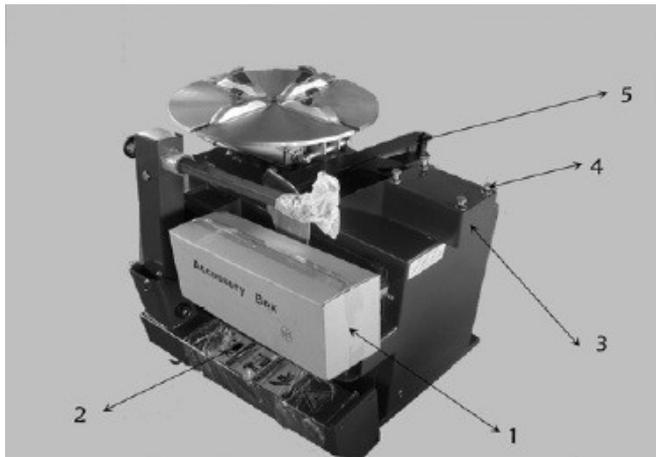

FIG 4
**3.2.1** Après avoir retiré l'emballage, sortez le carton d'accessoires (figure 4-1), le bras du détaillonner (figure 4-5) et la colonne de montage (figure 4-2). Et positionnez le corps comme sur la FIG4. Retirez les boulons (figure 4-4), les rondelles plastique et la plaque de protection du corps de la machine.